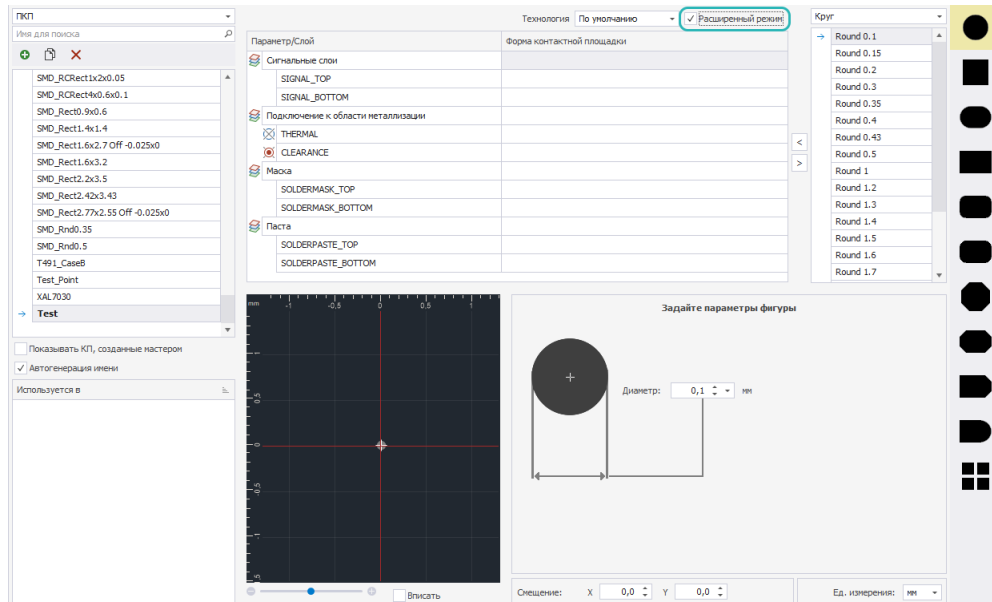

Рис. 42 Расширенный список слоев
**Примечание!** Полный список слоев доступен, когда установлен флаг в чек-бокс «Расширенный режим», см. Рис. 42. Подробнее о работе со всеми слоями см. раздел Дополнительные параметры.